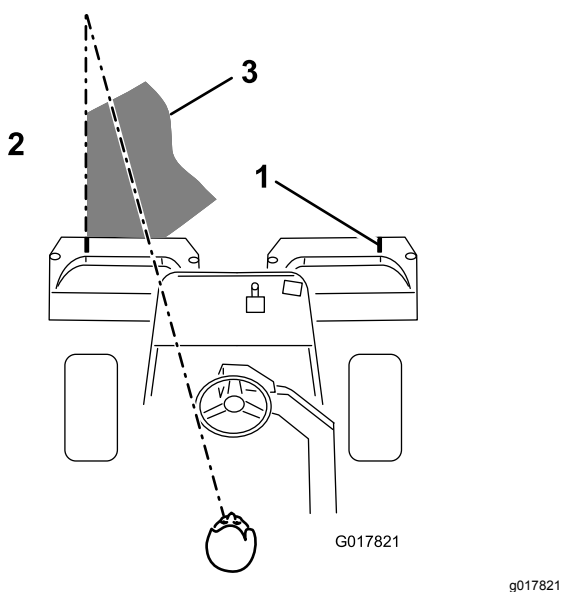

图39
**注意** 为了保持以直线方式穿过果岭并使得机器与此前剪草的边缘保持等距请在机器前到果岭未剪部分的边缘虚构一条长约 1.83m 的视线图39。
有人发现将方向盘的外缘看作视线的一部分非常有用即让方向盘边缘对准与机器前面始终保持等距的某个点图39。